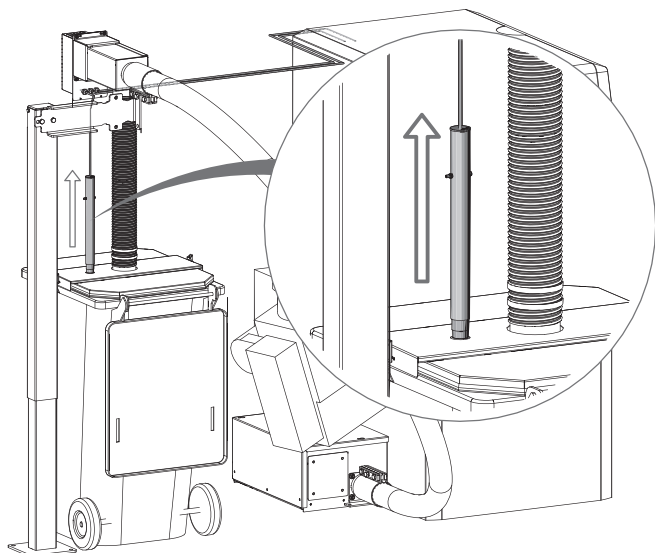

Fig. 57 Retirer la surveillance du niveau de remplissage du cendrier (accessoire)
- Retirer la surveillance du niveau de remplissage du cendrier (accessoire), si présente, du capot du cendrier – Fig. 57.